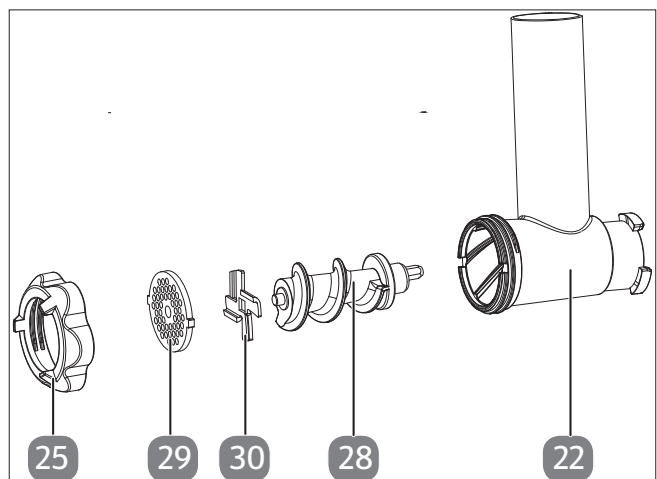

Fig. 17 – Accessori per tritacarne
1. Posizionare la lama a croce con i bordi taglienti rivolto verso l'esterno in direzione dell'asse e quindi assemblare il tutto con la piastra forata nella sequenza indicata (vedere Fig. 17).